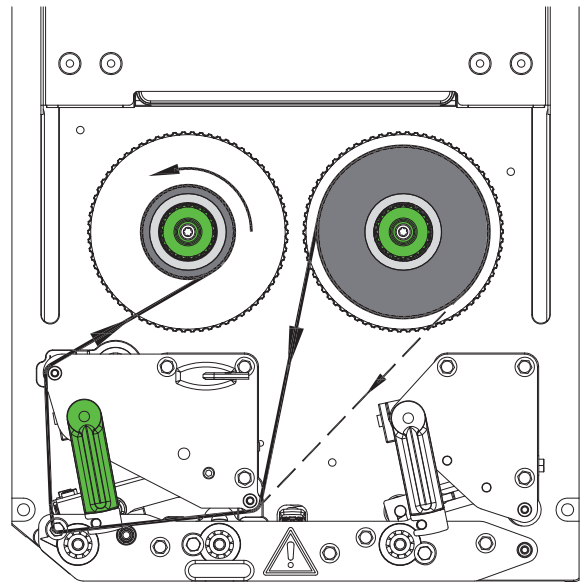

Bild 14 Transferfolienlauf
2. Hebel (6) gegen den Uhrzeigersinn drehen, um den Druckkopf anzuheben.
3. Transferfolienrolle (3) so bis zum Anschlag auf den Abwickler (4) schieben, dass die Farbbeschichtung der Folie nach dem Einlegen auf der dem Druckkopf abgewandten Seite liegt.
4. Abwickler (4) festhalten und Drehknopf (5) gegen den Uhrzeigersinn drehen, bis die Transferfolienrolle fixiert ist.
5. Geeigneten Transferfolienkern (1) auf den Transferfolienaufwickler (2) schieben und in gleicher Weise fixieren.
6. Transferfolie wie in Bild 14 durch die Druckmechanik führen.
7. Transferfolienanfang mit einem Klebestreifen am Transferfolienkern (1) fixieren. Hierbei die Rotationsrichtung des Transferfolienaufwicklers gegen den Uhrzeigersinn beachten.
8. Transferfolienaufwickler (2) gegen den Uhrzeigersinn drehen, um den Transferfolienlauf zu glätten.
9. Hebel (6) im Uhrzeigersinn drehen, um den Druckkopf zu verriegeln.